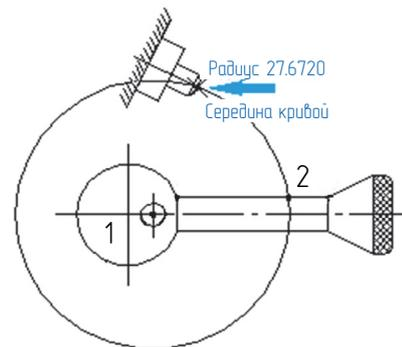

Рис. 2.12-3
6. Указать курсором отрезок упора, как это показано на рис. 2.12-3 стрелкой.
7. После срабатывания привязки *Середина* зафиксировать точку щелчком мыши. Точка пересечения 2 (рис. 2.12-3) построенной окружности с рычагом является исходным положением базовой точки поворота, а точка пересечения построенной окружности с упором (показана стрелкой) представляет собой конечное положение точки 2.